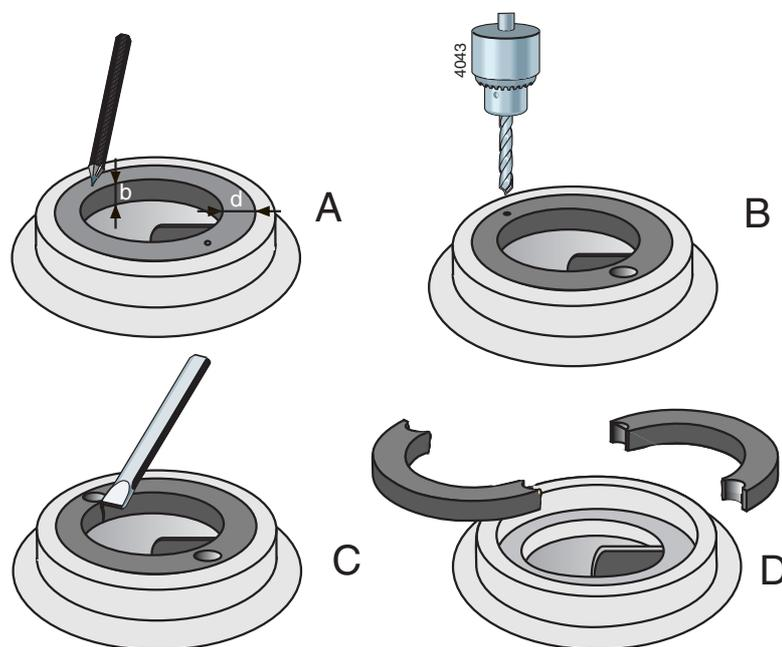

Figura 9: Desmontaje del anillo de desgaste estacionario
- 1 Mida el espesor (D) y el ancho (B) del anillo, consulte figura 9 A.
- 2 Realice un orificio de centrado en mitad del borde del anillo en dos puntos opuestos, consulte figura 9 B.
- 3 Utilice una broca con un diámetro algo inferior que el grosor (D) del anillo y realice dos taladros en éste, consulte figura 9 C. La profundidad del taladro no debe superar el ancho (B) del anillo. Procure no dañar la superficie de contacto de la carcasa de la bomba.
- 4 Corte mediante un cincel el resto del grosor del anillo. Ahora puede retirar de la carcasa de la bomba las dos mitades del anillo, consulte figura 9 D.